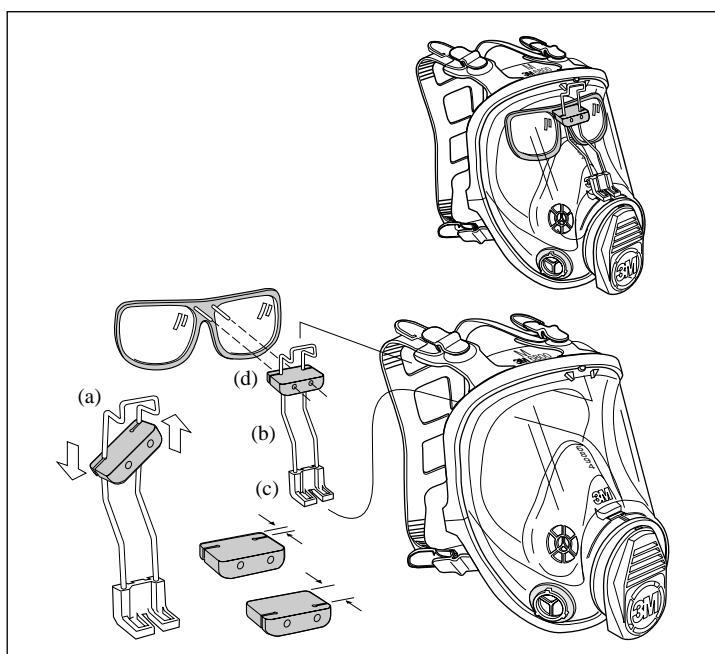

Fig. 11
- 6878 Trusa de ochelari (Fig. 11)